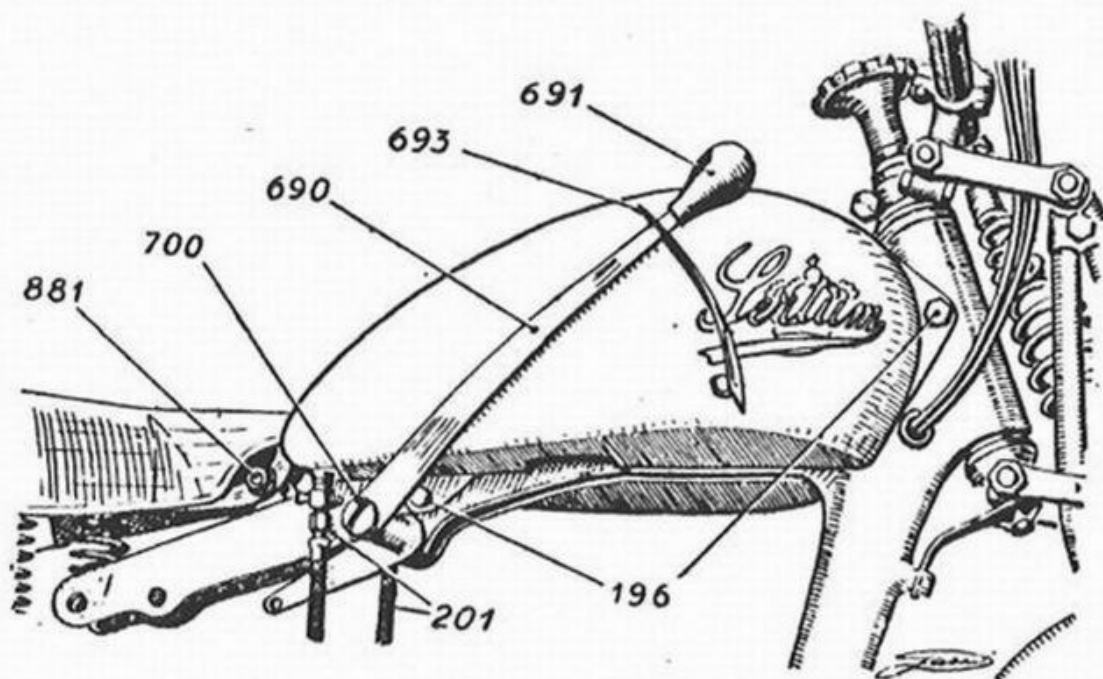

Fig. 20 - Smontaggio della leva del cambio e del serbatoio
19) - Smontaggio del serbatoio (fig. 20).